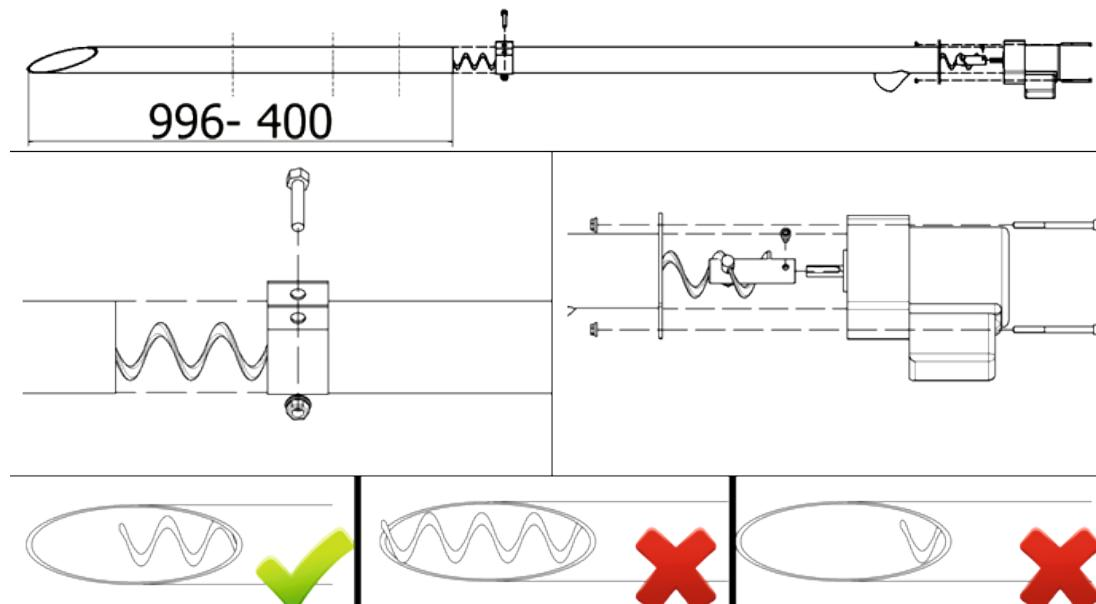

Рисунок 8. Схема установки винтового подающего устройства в штуцере бункера
- Д) отмерить и отрегулировать длину подающего устройства пеллет, не забывая при этом, что угол между основанием и трубой подающего устройства не должен превышать 45° (см. рис. 8);
- Е) подвесить подающее устройство на цепочке. (см. рис. 8);
При монтаже винтового подающего устройства соединение его с бункером производить как показано на рис. 8.